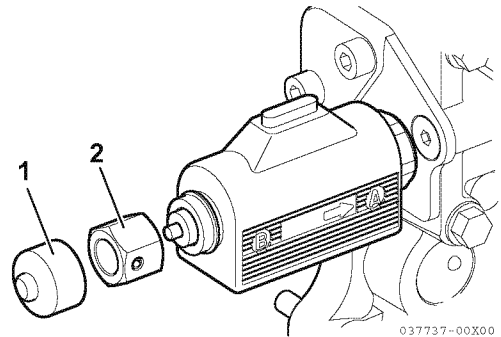

Abbildung 9
1. Bei nicht laufenden Motoren den Deckel (1, **Abbildung 9**) und die Notmutter (2, **Abbildung 9**) entfernen.